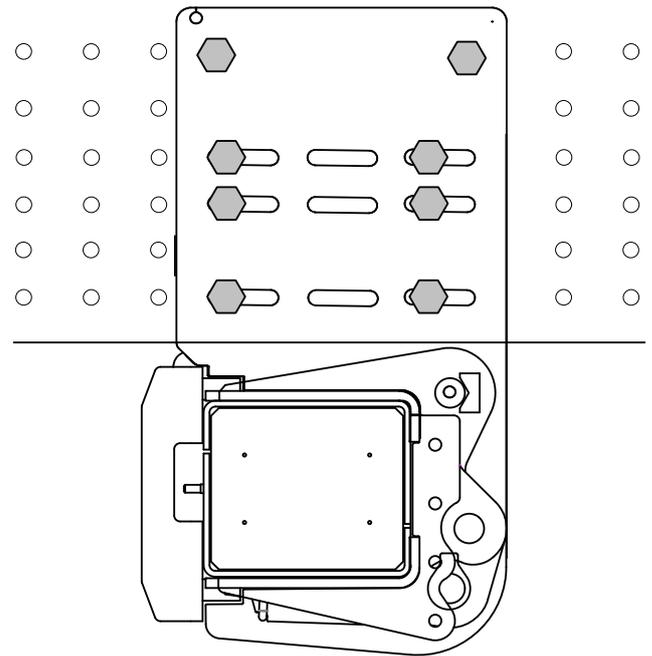

Abbildung 19. Montage der Rahmenhalterung am Fahrzeugrahmen mit vorgebohrten Löchern
16. Die Halterungen an der Außenseite des Fahrzeugrahmens anschrauben. Mindestens 6 Schrauben in die Langlöcher schrauben. Passende Schrauben verwenden (Festigkeit entsprechend M14 10.9 oder höher) und die dazugehörige Unterlegscheibe und Mutter auf der Innenseite des Fahrzeugrahmens aufschrauben. Die Schrauben montieren, aber nicht fest anziehen. Siehe Abbildung 19.
19. Jeweils in die zwei oberen Rundbohrungen der Halterung Löcher für die Befestigungsschrauben bohren. Passende Schrauben verwenden (Festigkeit entsprechend M14 10.9 oder höher) und die dazugehörige Unterlegscheibe und Mutter auf der Innenseite des Fahrzeugrahmens aufschrauben. Siehe Abbildung 19. Die Schrauben mit einem Drehmomentschlüssel anziehen. **Anzugsdrehmoment: Standard für gewählte Schraube.**